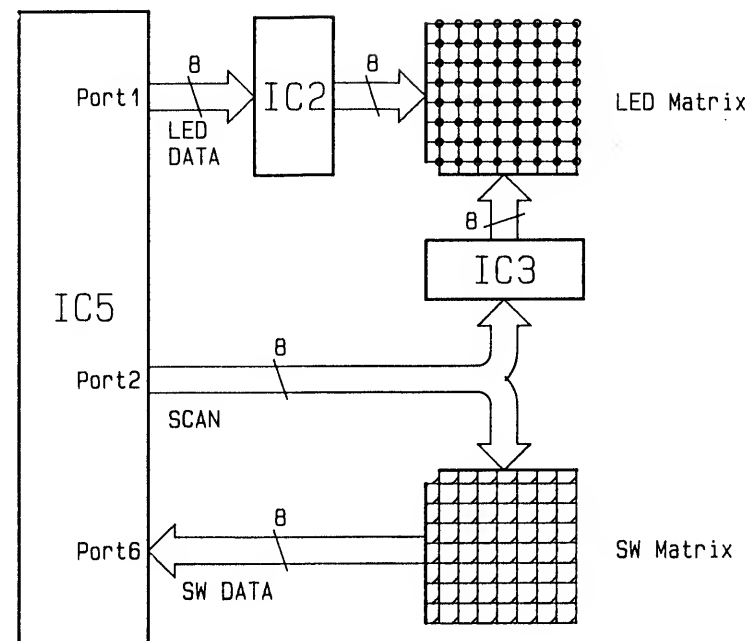
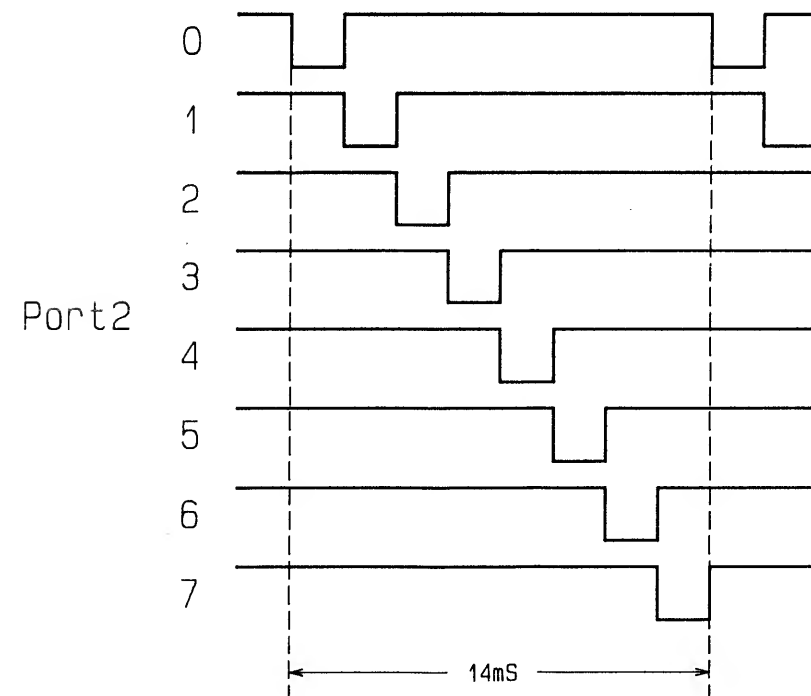

Fig.8
Fig.9
- The switch consists of an 8×8 matrix, and it is scanned by port 2 of IC5. Scanning pulse is active during Low, and it is also shares use with the scanning for dynamic lighting of the LEDs. Switch data is read in from port 6. (See Fig.8, Fig.9.)
- スイッチは 8×8 のマトリクスに構成され、IC5のポート2によってスキャンされています。スキャンニング・パルスはアクティブLowであり、LEDのダイナミック点灯用スキャンと兼用になっています。スイッチ・データはポート6から読み込まれます。(Fig. 8, Fig.9)
- The LED consists of an 8×8 matrix just like the switch, and dynamic lighting is accomplished. The matrix is scanned by port 2 of IC5 and data for lighting are output from port 1. The LEDs are lit up by the power flow of the driver IC2 and IC3 (on the MB).(See Fig.8.)
- LEDはスイッチと同様、 8×8 のマトリクス状に構成され、ダイナミック点灯が行われています。マトリクスはIC5のポート2によってスキャンが行われ、ポート1からは点灯用データが出力されます。LEDはドライバーIC2及びIC3 (on MB) の電流出力で点灯します。(Fig.8)